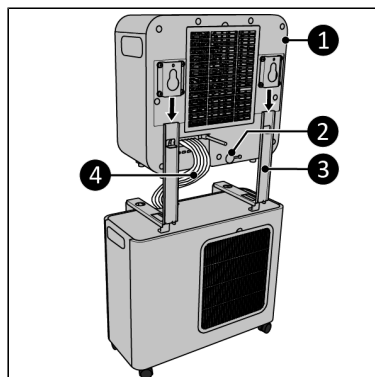

Figure 77.
4. Glissez l'unité intérieure (Figure 77, pos. 1) sur les supports muraux (Figure 77, pos. 3).
5. Guidez le tuyau de réfrigérant (Figure 77, pos. 4) entre l'unité intérieure et l'unité extérieure. Évitez que le tuyau de réfrigérant ne réalise une courbe inférieure à 30 mm.
6. Retirez le bouchon d'arrêt d'eau (Figure 77, pos. 2).